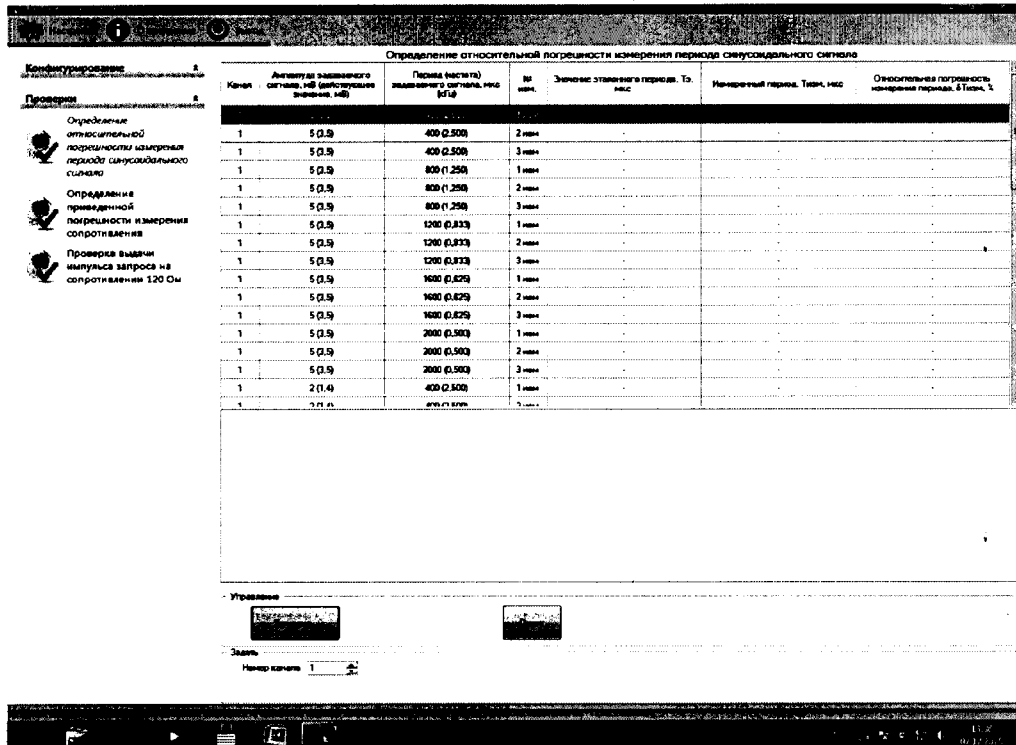
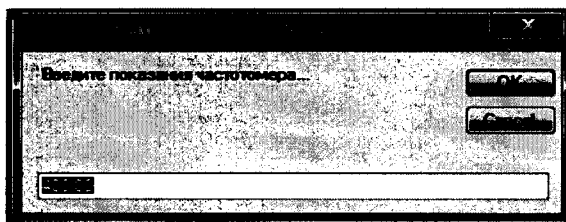

Рисунок 23 - Задача «Определение относительной погрешности измерения периода синусоидального сигнала»
Рисунок 25 - Окно «Измерение [5 мВ (3,5 мВ)] [400 мкс] (ввод показаний частотомера)»
4.7.4 В появившемся окне задачи «Определение относительной погрешности измерения периода синусоидального сигнала» (Рисунок 23), в окне задачи «Номер канала» задать канал - 1.
В окне «Измерение [5 мВ (3,5 мВ)] [400 мкс]» нажать кнопку «ОК», после чего появится окно «Измерение [5 мВ (3,5 мВ)] [400 мкс] (ввод показаний частотомера)» (Рисунок 25).
4.7.9 Используя клавиатуру ПЭВМ, в окне "Измерение [5 мВ (3,5 мВ)] [400 мкс] (ввод показаний частотомера)» (Рисунок 25) ввести показание частотомера (эталонный период T_3) в формате XXXX,XX мкс. Нажать кнопку «ОК», после чего произойдет вычисление относительной погрешности преобразования периода $\delta T_{изм}$, %, для строки измерения 1 в рабочей области задачи (Рисунок 23).
4.7.10 Повторить 4.7.9 для строки измерения 2, 3 в рабочей области задачи (Рисунок 23).